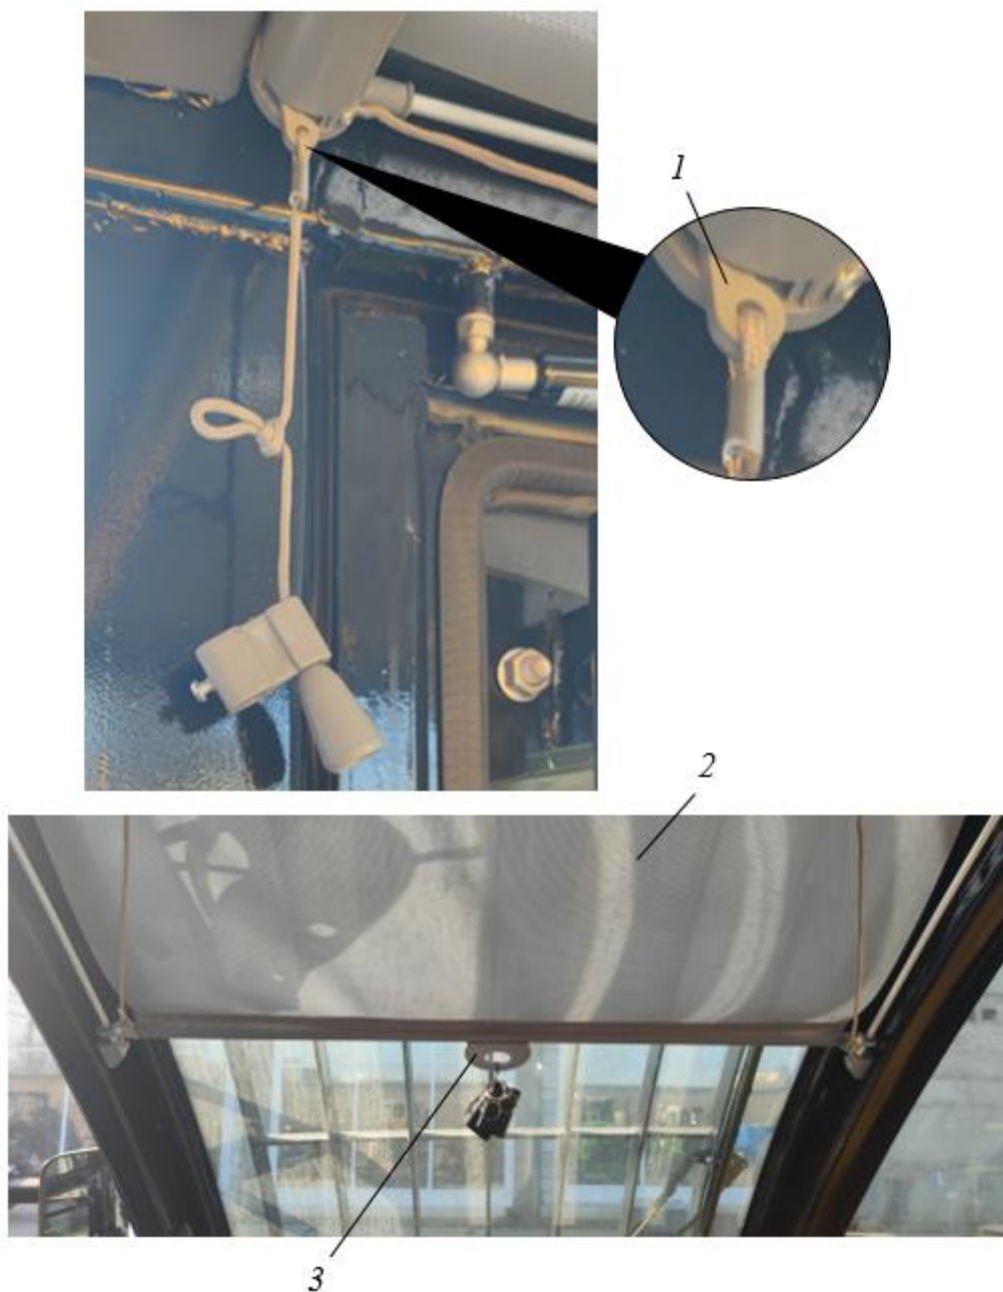

Рисунок 3.42. Солнцезащитная шторка
- ▶ Установите солнцезащитную шторку поз. 2 над головой в нужное положение при помощи ручки поз. 3 см. рис. 3.42.
- ▶ Для того, чтобы убрать (поднять) солнцезащитную шторку поз. 2 необходимо переместить фиксатор солнцезащитной шторки 1 см. рис. 3.42.